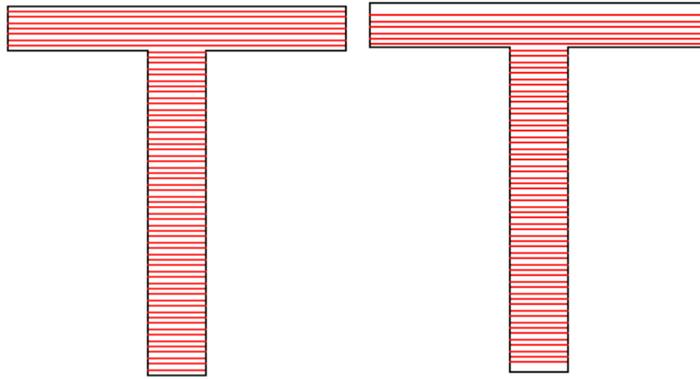

Figura 3-9 Distancias de compensación
**Desplazamiento final:** la distancia entre la última línea de relleno y el borde del objeto La Figura 3-9 muestra la característica cuando está llena.